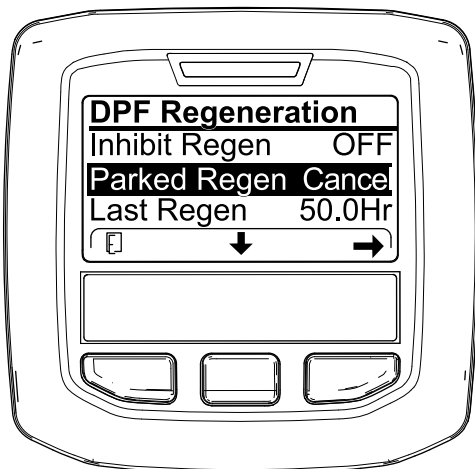

Figure 60
1. Ouvrez le menu DPF Regeneration (régénération du FAP) (Figure 60).
2. Appuyez sur le bouton central pour naviguer jusqu'à l'option PARKED REGEN CANCEL (Figure 60) ou RECOVERY REGEN CANCEL (Figure 61).
3. Appuyez sur le bouton droit pour sélectionner l'option Regen Cancel (annulation de régénération) (Figure 60 ou Figure 61).